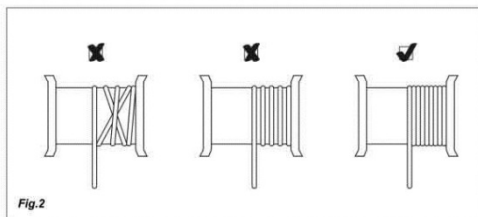

Fig.2
- Auf gleichmäßiges Aufrollen des Seils achten (Fig. 2, S. III).